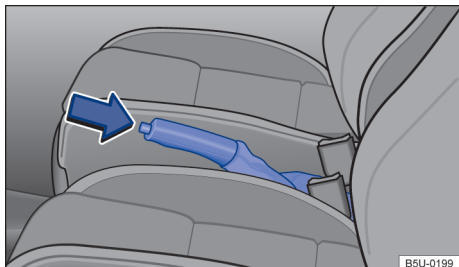

Fig. 88 Entre los asientos delanteros: palanca del freno de estacionamiento.
- Tirar de la palanca del freno de mano hacia arriba con la tecla de bloqueo presionada → fig. 88 (flecha).
- Tirar de la palanca del freno de mano un poco hacia arriba y presionar la tecla de bloqueo → fig. 88 (flecha).